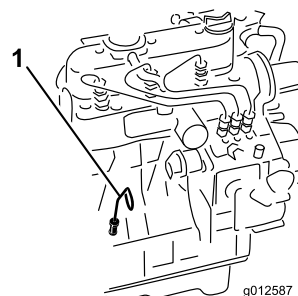

Bild 26
2. Nehmen Sie den Ölpeilstab (Bild 26) heraus, wischen Sie ihn ab und setzen Sie ihn wieder ein. Nehmen Sie den Peilstab heraus und prüfen Sie den Ölstand. Der Ölstand sollte an die VOLL-Marke am Ölpeilstab reichen.